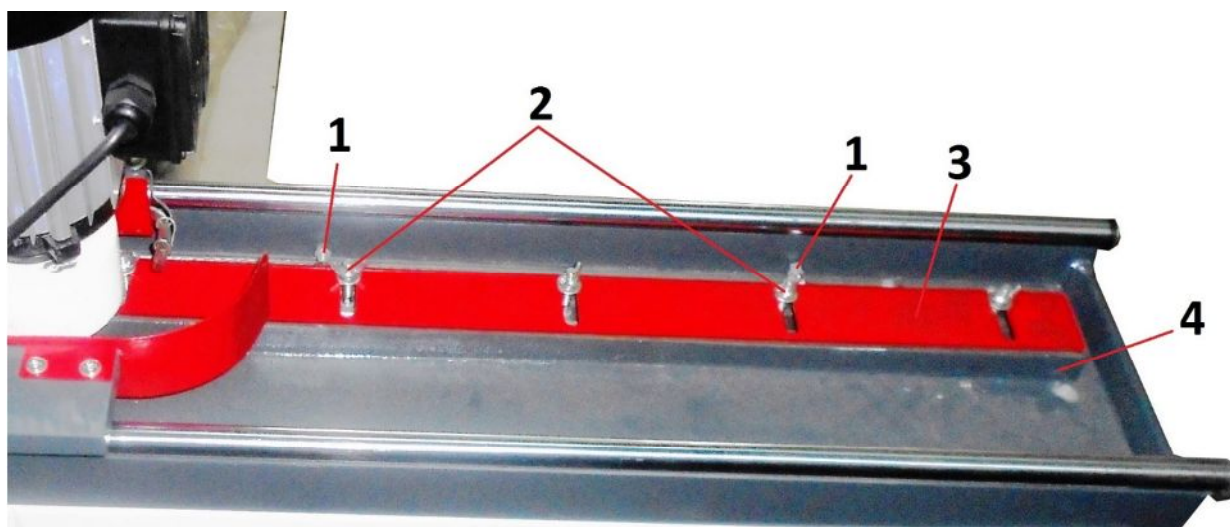

Рис. 1.3 Принципиальное устройство станка
- отвинтите гайки-барашки (поз. 2 рис. 1.3);
- снимите прижимную планку (поз. 3 рис. 1.3);
- уложите нож на основание (поз. 4 рис. 1.3). Часть ножа, которая будет затачиваться должна быть выше и параллельна верхнему краю основания (поз. 4 рис. 1.3). При необходимости отрегулируйте положение строгального ножа на основании (поз. 4 рис. 1.3) опорными болтами (поз. 1 рис.1.3);
- установите прижимную планку (поз. 3 рис. 1.3) на строгальный нож, который уложен на основание (поз. 4 рис. 1.3) и прочно закрепите её гайками-барашками;